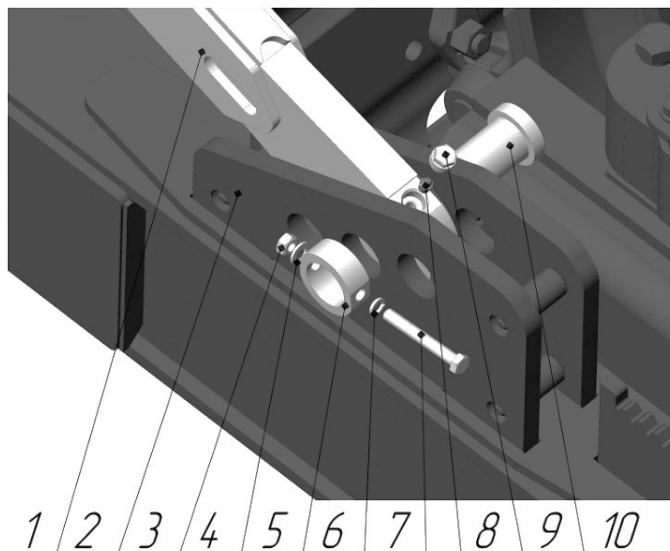

Рисунок 3.107. Монтаж тяги боковой на брус
- ▶ Смазать палец 10, отверстие тяги 1, отверстия кронштейна на брус 2 и кольцо 5 пластичной смазкой, см. рис. 3.107;